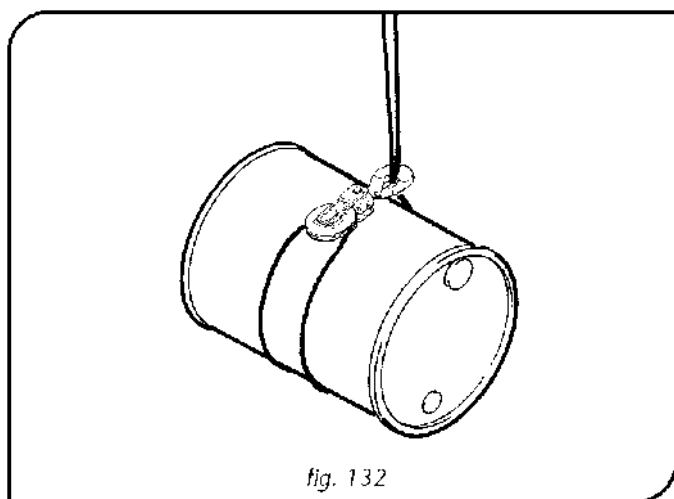

fig. 132
- **NIGDY** nie używać liny podnoszącej, jako zawiesia ładunku (rys. 132).